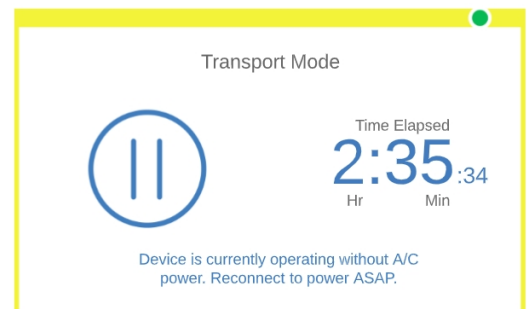

Figure 21. Mode de transport
3. Mettre l'interrupteur du disjoncteur en position OFF. Lorsque l'interrupteur du disjoncteur est éteint, la barre indicatrice devient jaune et clignote, et l'appareil émet un signal sonore. Un message s'affiche également à l'écran pour indiquer que l'appareil fonctionne sans alimentation C/A (figure 21).